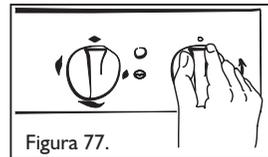

Figura 77.
- Una vez terminado el tiempo de gratinado, si el modelo lo posee, lleve la perilla de control de temperatura a la posición de APAGADO y desactive el interruptor de gratinado ubicado en el panel frontal de lo contrario sólo desactivando el interruptor finaliza la operación de gratinado, recuerde verificar que la luz piloto se encuentre apagada (Ver figura 77).